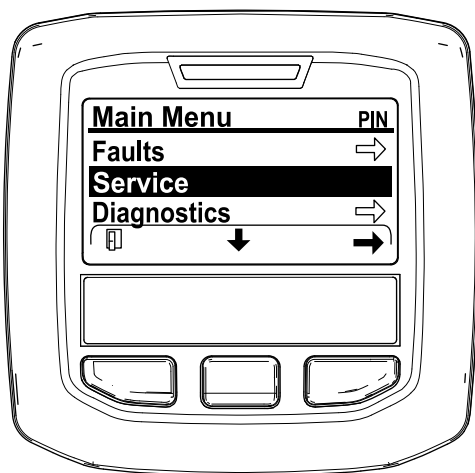

Bild 47
2. Navigieren Sie auf das HAUPTMENÜ, drücken Sie die mittlere Taste, um auf das Menü SERVICE zu navigieren; drücken Sie die rechte Taste, um die Option SERVICE auszuwählen (Bild 47).